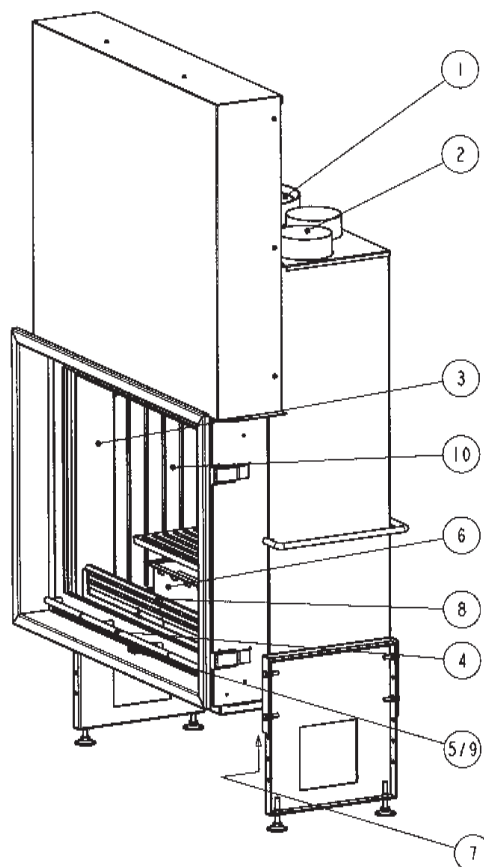

Figura 1: Manejo
7.2. ENCENDER EL FUEGO (Figura 1)